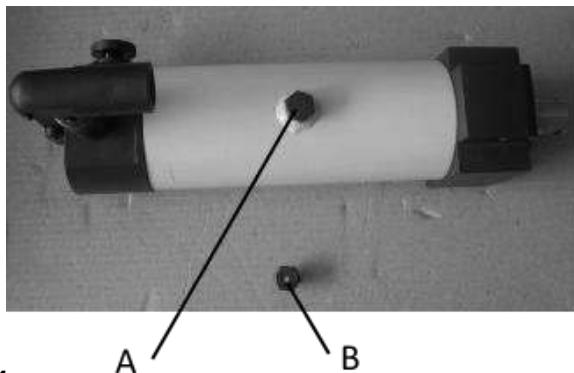

Рис.4
Установите ручку (7) в гнездо гидроцилиндра. Снимите масляную транспортировочную пробку с верхней части гидравлического устройства (дет. №. 36 в списке деталей) и замените ее на вентилируемую масляную пробку. Если не заменить масляную транспортировочную пробку на вентилируемую, это приведет к ненадлежащей работе. (рис. 4.)